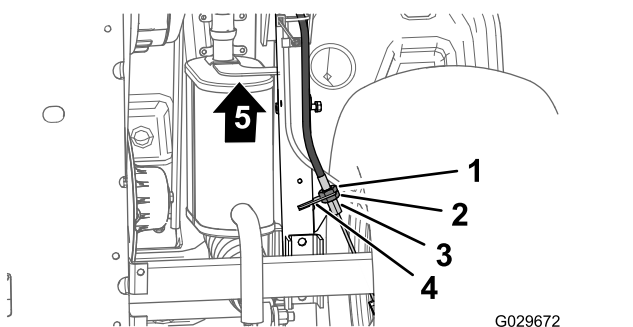

Рисунок 53
- A. Ослабьте затяжку передней зажимной гайки (Рисунок 53) на резьбовом регуляторе троса стояночного тормоза на один оборот.
- B. Затяните заднюю контргайку (Рисунок 53).
- A. Ослабьте затяжку задней зажимной гайки (Рисунок 53) на резьбовом регуляторе троса стояночного тормоза на один оборот.
- B. Затяните переднюю контргайку (Рисунок 53).
3. В нижней части машины ослабьте заднюю зажимную гайку резьбового регулятора троса стояночного тормоза на 4 оборота (Рисунок 53).
4. Затяните переднюю контргайку (Рисунок 53).